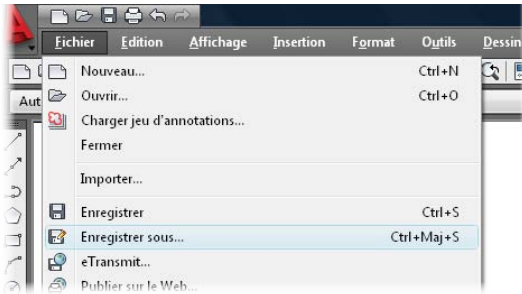

Figure 2.55
7. Fichier > Enregistrer sous... (voir Figure 2.55).